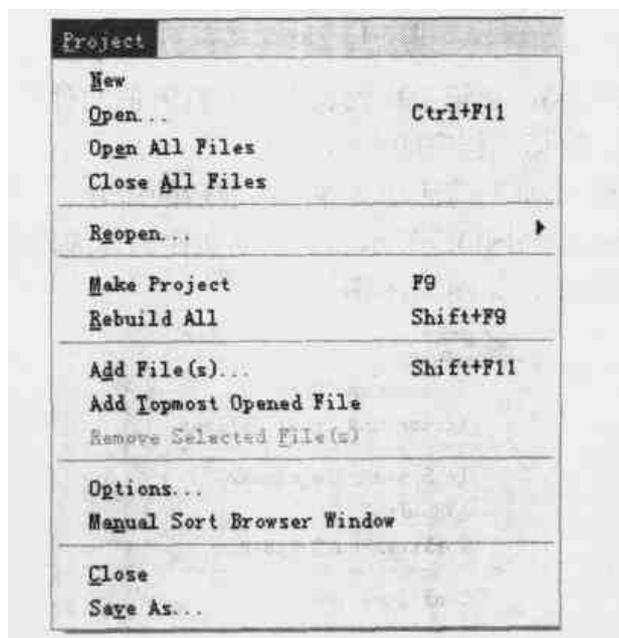

图 3.14 工程菜单
6. **Project Menu** 工程菜单，如图 3.14 所示。